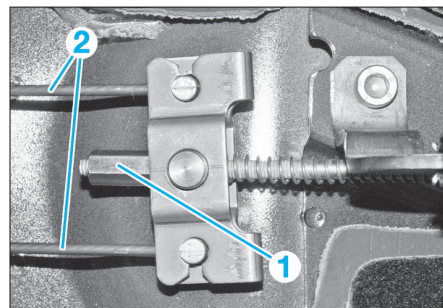

FIG. 20
- Desserrer l'écrou (1) de réglage des câbles (2) de frein de stationnement (Fig.20).